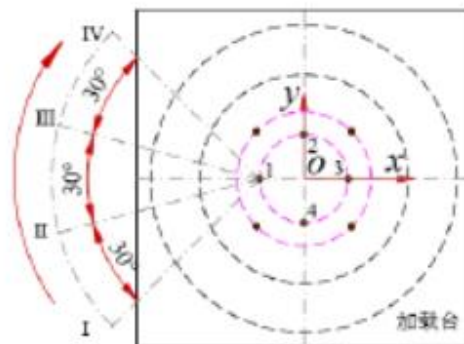

图 10 第三级荷载加载方式
(3)第三级加载:在前两级的荷载基础上,在点 1 上施加变动方向的水平荷载,比赛选手首先在 I 点处挂上选定荷载,而后参赛队伍自己推动已施加荷载的可旋转加载装置,依次经过 I、II、III、IV 四点,并且不受到结构构件的阻挡,这四个点的位置关系如图 10 所示,转到 I、II、III、IV 这四点时,应各停留 5 秒钟,如果加载的过程中,模型没有失效,则加载成功。